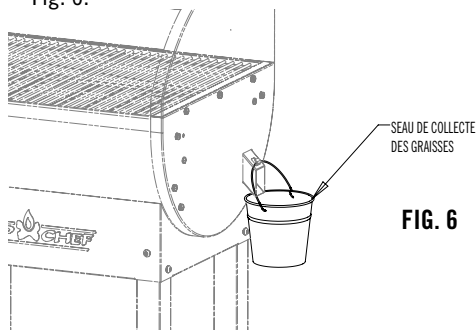

FIG. 6
1. Suspendre le seau de collecte des graisses à son conduit d'évacuation comme indiqué à la Fig. 6.